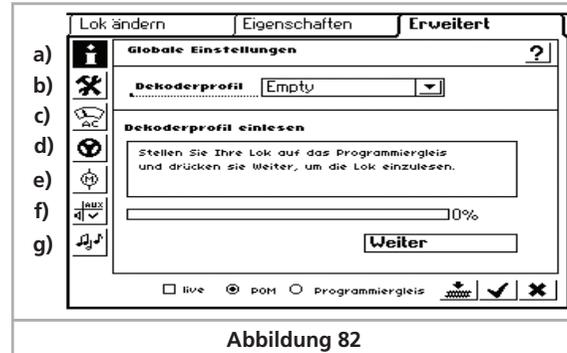

Abbildung 82
- Wechseln Sie auf den dritten Tab-Reiter mit der Aufschrift „Erweitert“. Es öffnet sich das gleiche Fenster wie in Abbildung 82 gezeigt.